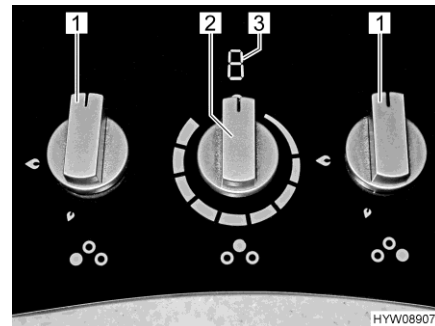

Fig. 181 Elementos de mando (cocina de gas con placa de inducción)
- Girar el regulador giratorio (Fig. 181,1) correspondiente al quemador deseado a la posición de encendido (llama alta).
- Girar el regulador giratorio (Fig. 181,1) a la posición 0. La llama se apaga.
- Girar el regulador giratorio (Fig. 181,2) de la placa de inducción al ajuste deseado. La visualización (Fig. 181,3) indicará el valor ajustado.
- Girar el regulador giratorio (Fig. 181,2) de la placa de inducción a la posición 0. Se apagará la visualización (Fig. 181,3). Mientras que la temperatura de la placa de inducción sea más alta que 60 °C después de desconectar, la visualización mostrará "H" (indicador de calor residual).
En la placa de inducción se visualizarán los siguientes datos (Fig. 181,3):